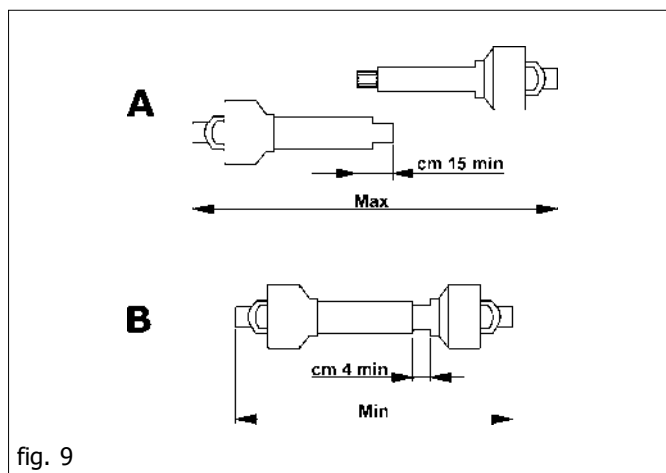

fig. 9
- Quand l'arbre à cardans est déboîté au maximum, les deux tubes doivent se super-poser d'au moins 15 cm (A Fig. 9).
- Quand il est entièrement rentré, le jeu minimum admissible sera de 4 cm (B Fig. 9).